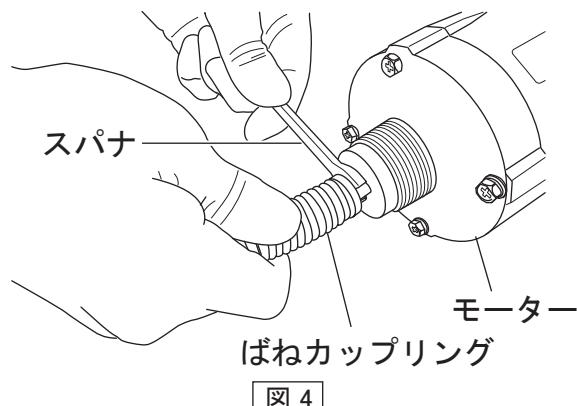

図4
2. モーターにねじ固定されているばねカップリングを外す。(図4)
1. ばねカップリングをモーターに固定し、ばね部と六角シャフト部にグリースを塗布する。(図4)